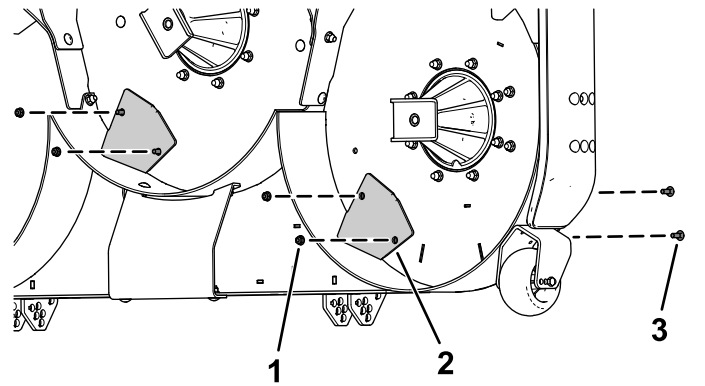

Figura 5
2. Fije los 2 golpeadores en la carcasa de corte con 4 pernos de cuello cuadrado (5/16" x 7/8") y 4 contratuercas (5/16"), tal y como se muestra en la Figura 5.